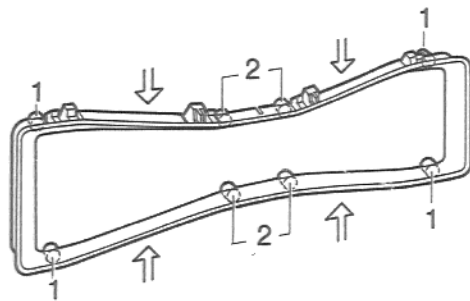

Abb. 2
1. Blendrahmen an den bezeichneten Stellen mit den Händen zusammendrücken und in den Schaltkasten so einlegen, daß zunächst die seitlichen Nocken (Nr. 1) in die Bohrungen der Frontplatten einrasten (Abb. 2).